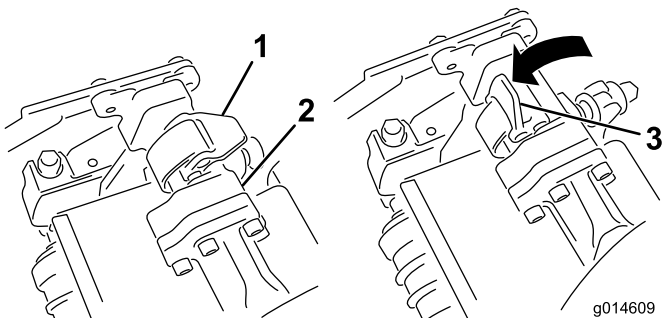

Bild 32
4. Drücken Sie die Riegel nach unten und um die Mähwerkstange und arretieren sie (Bild 32).
3. Die Riegel an der Aufhängearmstange müssen nach oben zeigen (d. h. offen) (Bild 32); drücken Sie den Aufhängearm dann so nach unten, dass die Stange über die Stange an der Oberseite des Mähwerks passt (Bild 33).
4. Öffnen Sie die Riegel an der Aufhängearmstange des Mähwerks, das Sie entfernen möchten (Bild 32).